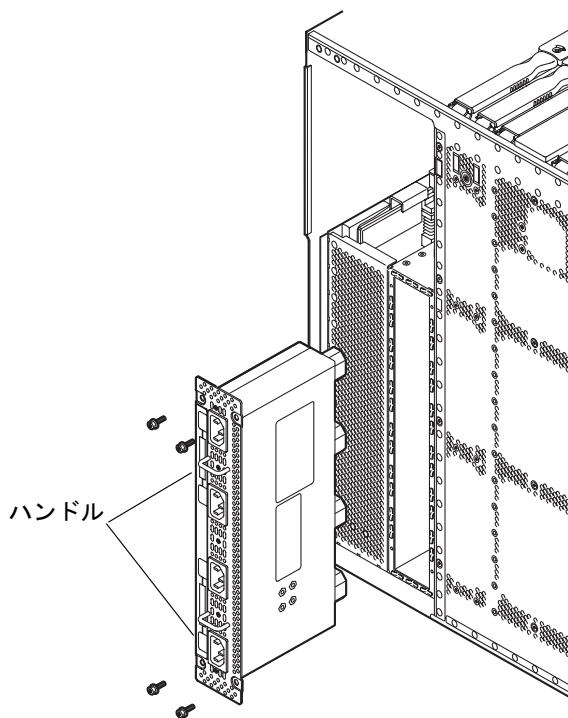

図 8-4 電源ボックスの取り外し
電源ボックスは、システムの左背面にある金属製の有孔板のすぐ右にあります (図 8-4)。
4. 電源ボックスを固定している 4 本のプラスのねじを取り外します (図 8-4)。
1. 電源ボックスをシステムの背面に挿入し、4本のプラスのねじを使用して固定します (図 8-4)。